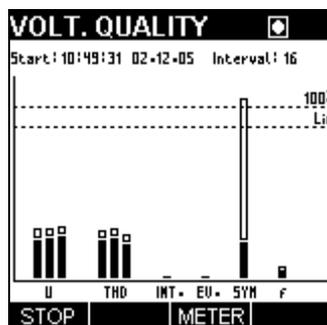

Abb. 9.3: Bildschirm LAUF SPANNUNGSQUALITÄT
Die Funktion "Spannungsgüte" speichert folgende Parameter und wertet sie aus: U_{Mit} , kurze Spannungseinbrüche, transiente Überspannungen, Unterbrechungen, Frequenz, THD und Unsymmetrie. Sie werden alle entsprechend der internationalen Norm EN 50160 : 1999 „Merkmale der Spannung in öffentlichen Elektrizitätsversorgungsnetzen“ berechnet. Zu Einzelheiten der EN 50160 siehe Abschnitt 15.7. Der Anwender kann die Nennspannung und die Integrationsperiode bestimmen. Zusätzlich kann er vordefinierte (EN 50160) oder kundenspezifische Schwellwerte für Spannungsabweichungen, Spannungseinbrüche, transiente Überspannungen und Unterbrechungen wählen. Während und nach der Messung wird ein Balkendiagramm benutzt, um die Ergebnisse und die Einhaltung der Norm auszuwerten. Im Balkendiagramm können folgende Werte beobachtet werden (Abb. 9.3: Bildschirm LAUF SPANNUNGSQUALITÄT):
Der obere, unausgefüllte Teil des Spannungsbalkens (Abb. 9.3: Bildschirm LAUF SPANNUNGSQUALITÄT) stellt die maximale Abweichung von U_{nenn} für alle Daten (100 %) dar. Wenn dieser Balken die 100%-Grenzwertlinie nicht schneidet, bedeutet das, dass alle Daten innerhalb von +10 %, -15 % liegen. EN 50160 fordert zusätzlich, dass alle gemessenen Spannungen innerhalb des Bereiches +10 %, -15 % liegen sollten.
- **THD:** Stellt den Gesamt-Oberschwingungsgehalt in drei Balken (L1, L2, L3) dar, einem für jede Phase. Die Grenzwertlinie (Lim, 100%) zeigt 8% der THD. Der untere, ausgefüllte Teil stellt 95 % der gesammelten Daten dar, während der obere, unausgefüllte Teil die Statistik für alle Daten darstellt. Wenn daher der gefüllte Balken die Lim-Linie (Abb. 9.3: Bildschirm LAUF SPANNUNGSQUALITÄT) nicht kreuzt, bedeutet das, dass die THD der Norm EN 50160 entspricht. Wenn der ungefüllte Balken die 100%-Linie nicht schneidet, bedeutet das, dass die THD während der gesamten Aufzeichnung niedriger als 8 % war.
- **SYM:** Stellt Unsymmetrie im Drehstromnetz dar. Die Grenzwertlinie (Lim, 100%) zeigt, ob die Unsymmetrie größer als 2 % war. Der untere Teil des Balkens stellt 95 % der Daten dar, während der obere alle Daten darstellt. Wenn der ungefüllte Balken die Grenzwertlinie nicht schneidet, bedeutet das, dass alle Daten innerhalb des 2%-Bereiches liegen. Wenn daher der gefüllte Balken die Lim-Linie (Abb. 9.3: Bildschirm LAUF SPANNUNGSQUALITÄT) nicht kreuzt,
- f: Stellt die Frequenzabweichung dar; die Grenzwertlinie zeigt 1 % von 50 Hz. Der untere (gefüllte) Teil des Balkens (Abb. 9.3: Bildschirm LAUF SPANNUNGSQUALITÄT) stellt 95,5% der Daten dar, während der obere alle Daten darstellt. Wenn der gefüllte Balken die Grenzwertlinie nicht schneidet, bedeutet das, dass 99,5 % der Daten innerhalb des 1-%-Bereiches liegen. Wenn der ungefüllte Balken die 100-%-Linie nicht schneidet, bedeutet das, dass die Frequenzabweichung nie höher als 1 % war. Wenn daher der gefüllte Balken die Lim-Linie (Abb. 9.3: Bildschirm LAUF SPANNUNGSQUALITÄT) und der ungefüllte die 100-%-Linie (Abb. 9.3: Bildschirm LAUF SPANNUNGSQUALITÄT) nicht kreuzt, bedeutet das, dass die Frequenz der Norm EN 50160 entspricht.